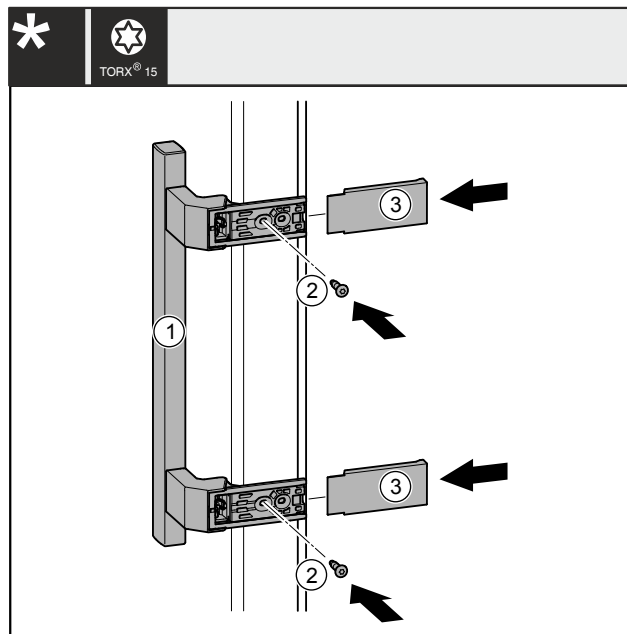

Fig. 42
- Coloque el tirador Fig. 42 (1) en el lado opuesto.
- Apriete los tornillos Fig. 42 (2) con el destornillador.
- Coloque las cubiertas Fig. 42 (3) lateralmente y empujelas de modo que encajen.